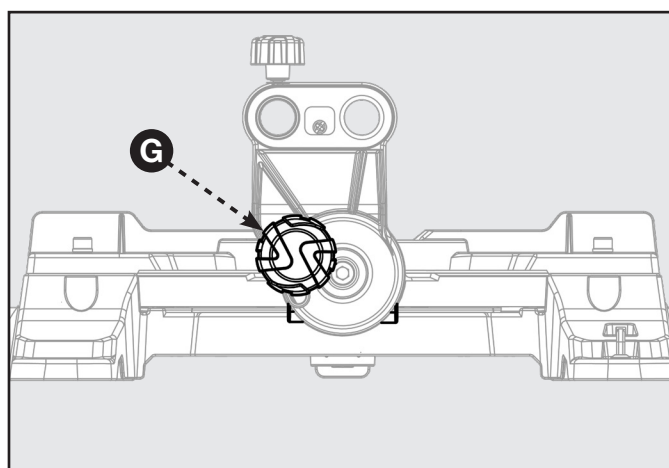

FIGURE 14
10. Si le haut ou le bas de la face de la lame n'est pas parfaitement aligné avec l'équerre, référez-vous à la figure 14 ci-dessous et effectuez les opérations suivantes.
11. Desserrez la manette de verrouillage de biseau (G).